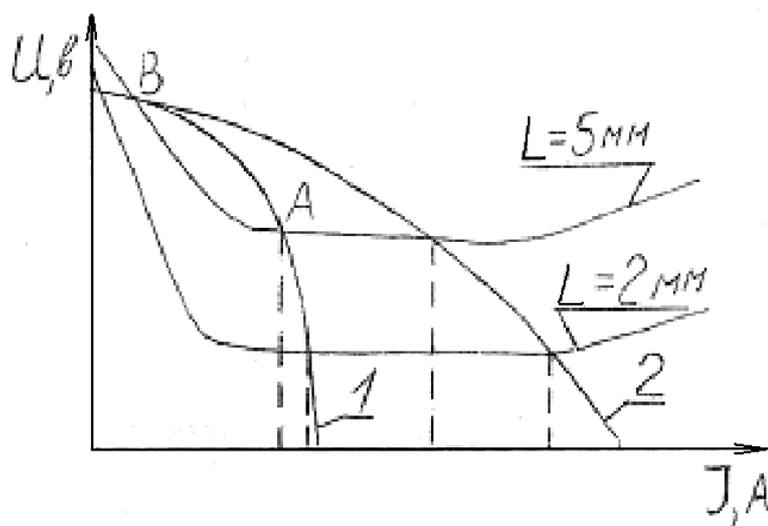

Рис. 1. Вольт-амперные характеристики дуг различной длины и внешние характеристики источников питания с крутопадающей (1) и пологопадающей (2) характеристиками.
Основной характеристикой сварочной дуги является зависимость напряжения на дуге (U_d) от силы тока (I_d) и от длины дуги (L). Эту зависимость $U_d=f(I_d, L)$ называют статической вольт-амперной характеристикой дуги (рис. 1). Источники тока для конкретного способа сварки выбирают по их внешней характеристике, выражающей зависимость напряжения на клеммах источника от нагрузки (силы тока). Обычно источники питания могут иметь либо крутопадающую характеристику (см. рис. 1, кривая 1), либо пологопадающую (см. рис. 1, кривая 2). Точка А соответствует установившемуся режиму сварки (напряжение дуги равно напряжению источника тока). Точка В характеризует напряжение, необходимое для обеспечения ионизации промежутка между электродом и деталью.